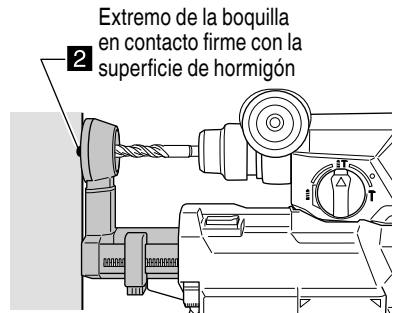

Fig. 11
- (2) Suelte la boquilla y permita que haga un contacto firme con la superficie de hormigón. (Fig. 11)